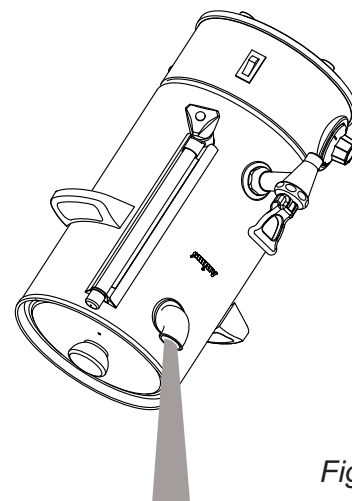

Fig. 9
4. Verwijder de vuldop van de watermantel vulopening en keer het apparaat om boven een wasbak (fig. 9). De watermantel loopt leeg. Let op: het water kan heet zijn.